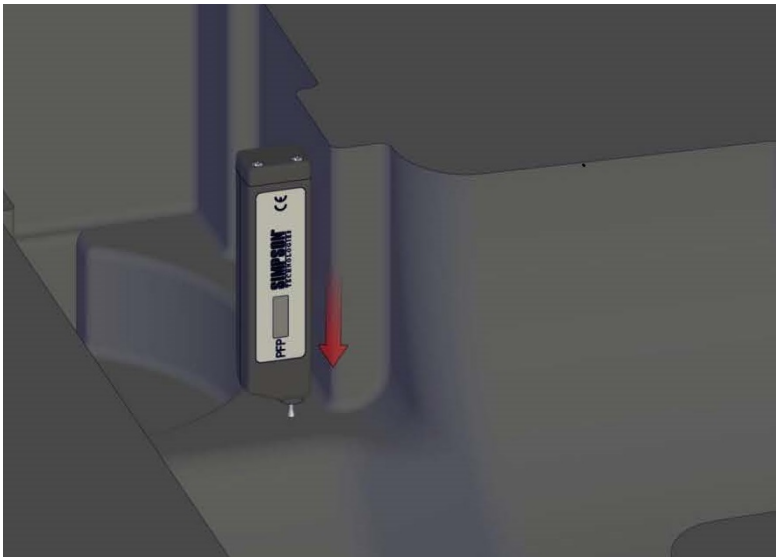

Abbildung 5.3.1
3. Drücken Sie das Gerät mit konstantem Druck in die Sandform, bis sie den Festanschlag erreicht hat (Punkt 3, Vorderansicht, Abbildung 7.1). Siehe Abbildung 5.3.1 für Testverfahren.